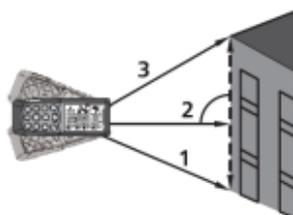

Fig. 10: Medição Indireta com 3 pontos – Modo 1
3. Colocar o instrumento no ponto mais baixo (1) da medição (ver Fig. 10) e premir o botão  ou o botão lateral **MEAS**. O resultado é apresentado no primeiro display parcial. O símbolo “◁” é apresentado no display com o lado “2” intermitente.
4. Colocar o instrumento na posição mais horizontal possível (2) da medição e premir o botão  ou o botão lateral **MEAS** para efetuar a medição. O resultado é apresentado no segundo display parcial. O símbolo “◁” é apresentado no display com o lado “3” intermitente.
5. Colocar o instrumento no ponto mais alto (3) da medição (ver Fig. 10) e premir o botão  ou o botão lateral **MEAS** para efetuar a medição. O resultado é apresentado no segundo display parcial.